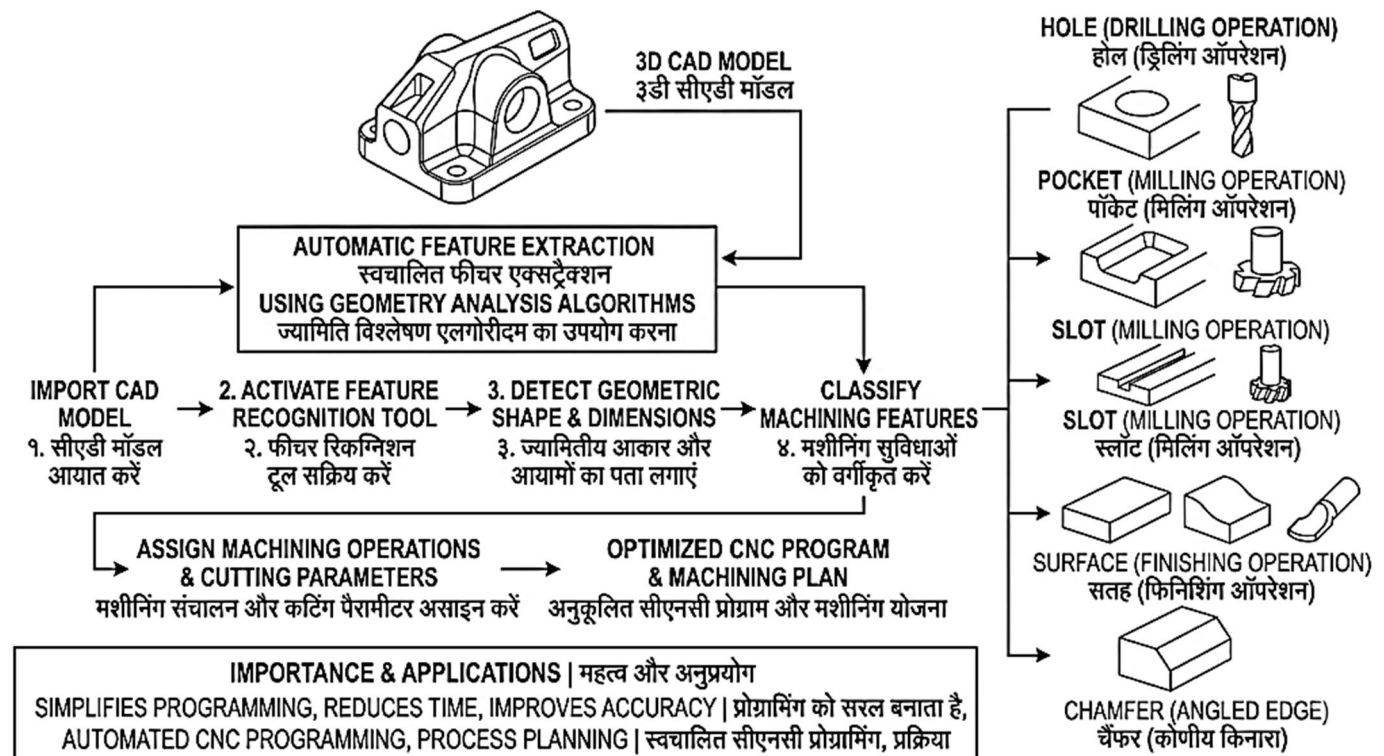

Fig. 12.6: Automatic Feature Extraction in CNC Machining | CNC मशीनिंग में स्वचालित फीचर एक्सट्रैक्शन
12.6.1 Definition of Feature Extraction in CAM Software (Fig. 12.6)
12.6.1 CAM सॉफ्टवेयर में फीचर निष्कर्षण की परिभाषा (Fig. 12.6)